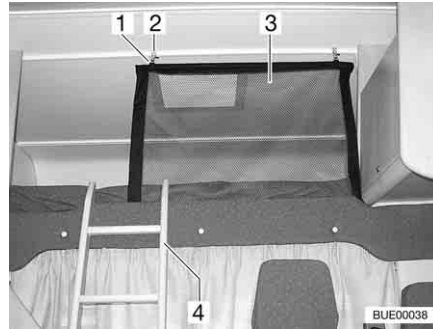
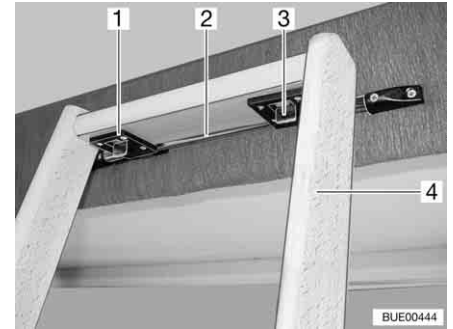

Fig. 109 Lit de capucine
Fig. 110 Echelle de montée, dispositif de verrouillage
Echelle de montée Toujours monter sur le lit de capucine avec l'échelle de montée (Fig. 109,4 et Fig. 110,4) de série.
- Accrocher l'échelle avec les deux crochets (Fig. 110,1) à la barre (Fig. 110,2) sur le bandeau du lit de capucine.
- Pousser les deux dispositifs de verrouillage (Fig. 110,3) vers l'avant.
Filet de sécurité Le filet de sécurité (Fig. 109,3) de série est rangé entre le matelas et le sommier à lattes. Ne tendre le filet de sécurité qu'une fois que les personnes se trouvent dans la capucine.
- Accrocher le support (Fig. 109,1) dans les œillets du plafond (Fig. 109,2).